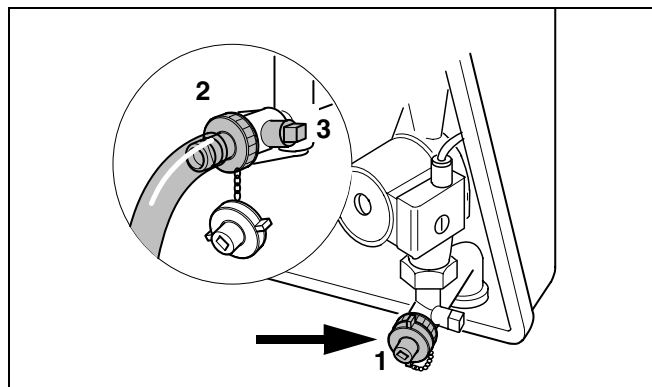

Fig. 15 Umplerea instalației de încălzire
- Capacul de închidere (fig. 15, poz. 1) se deșurubează și se înșurubează capul furtunului (fig. 15, poz. 2).
- Se deschide robinetul de umplere și de golire (fig. 15, poz. 3).